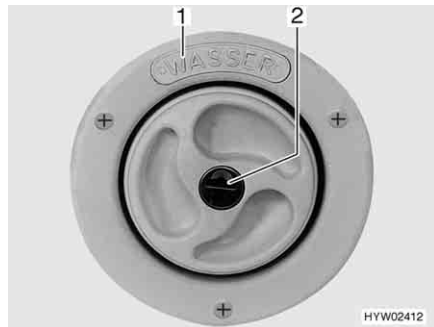
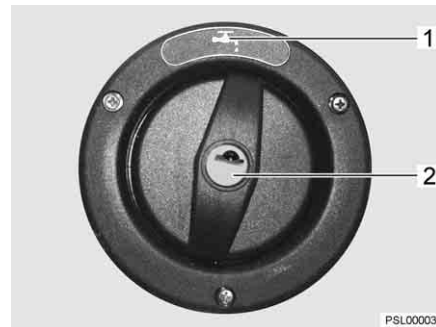

Bild 32 Lock för påfyllningsöppningen för dricksvatten
Bild 33 Lock för påfyllningsöppningen för dricksvatten (alternativ)
- ▷ Påfyllningsöppningen för dricksvatten är märkt med texten "WASSER" (vatten) (Bild 32,1) eller med symbolen "☰" (Bild 33,1).
- Stick in nyckeln i låscylindern (Bild 32,2 resp. Bild 33,2) och vrid moturs.